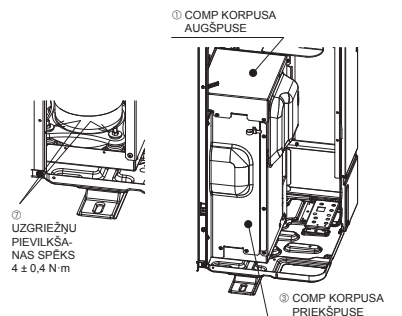

Fig. 4-2
- Pēc COMP nostiprināto daļu noņemšanas noteikti pievelciet uzgriežņus un uzstādiet COMP KORPUSA AUGŠPUSI un COMP KORPUSA PRIEKŠPUSI atpakaļ sākotnējā pozīcijā. (Fig. 4-2)